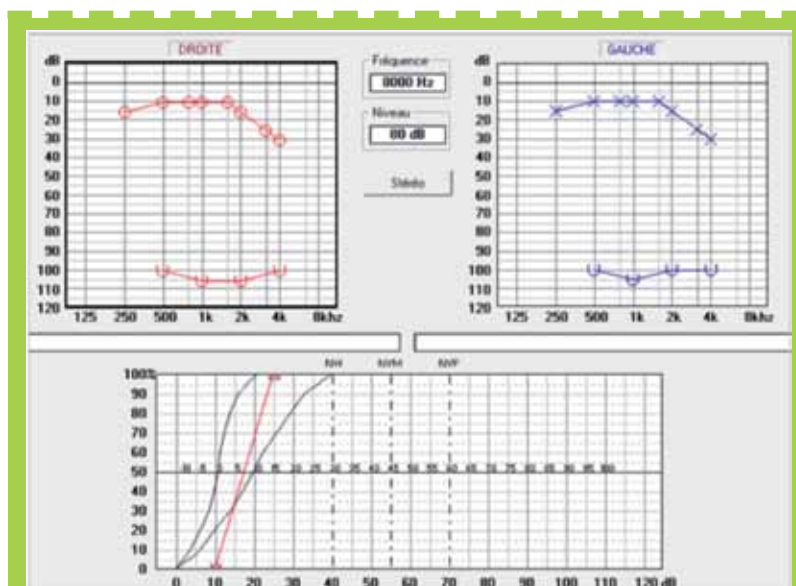

Figure 6 : Audiométrie tonale et vocale de Monsieur P.
2. Audiométrie : L'otoscopie est normale. L'audiométrie tonale montre une audition normale des deux côtés ainsi qu'une audiométrie vocale en concordance. Monsieur P. se plaint d'acouphènes aigus sur les deux oreilles (**Figure 6**).